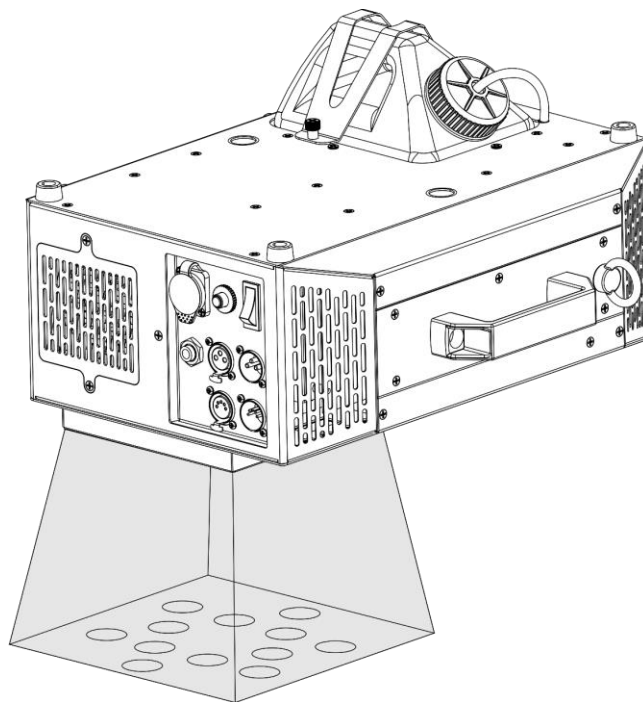

Abb. 25
20) Jetzt können Sie Ihr Gerät kopfüber verwenden, wie in Abb. 25 gezeigt.